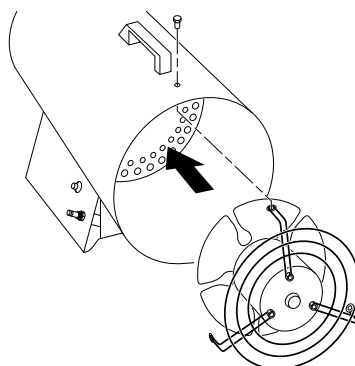

Figure 23 - Remise en place du moteur et de la grille de ventilateur
11. Remettre le moteur et la grille de ventilateur en place dans l'arrière de l'appareil (voir la figure 23).